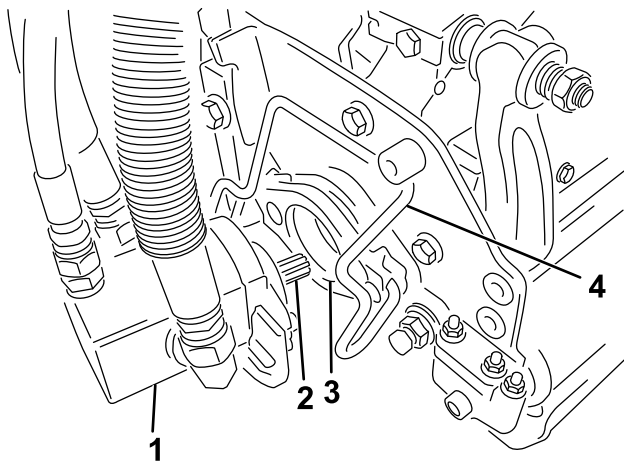

Figure 35
5. Enduisez de graisse propre l'arbre cannelé du moteur de plateau de coupe (Figure 35).
6. Insérez le moteur dans le côté gauche du plateau de coupe (vu de la position de l'utilisateur) et tirez la barre de retenue du moteur située sur le plateau de coupe vers le moteur jusqu'à ce qu'un déclic soit entendu des deux côtés du moteur (Figure 35).